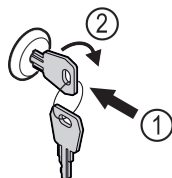

Fig. 152 Ενδεικτική απεικόνιση
- ▶ Πιέστε μέσα το κλειδί Fig. 152 (1).
- ▶ Περιστρέψτε το κλειδί 90° δεξιόστροφα Fig. 152 (2).